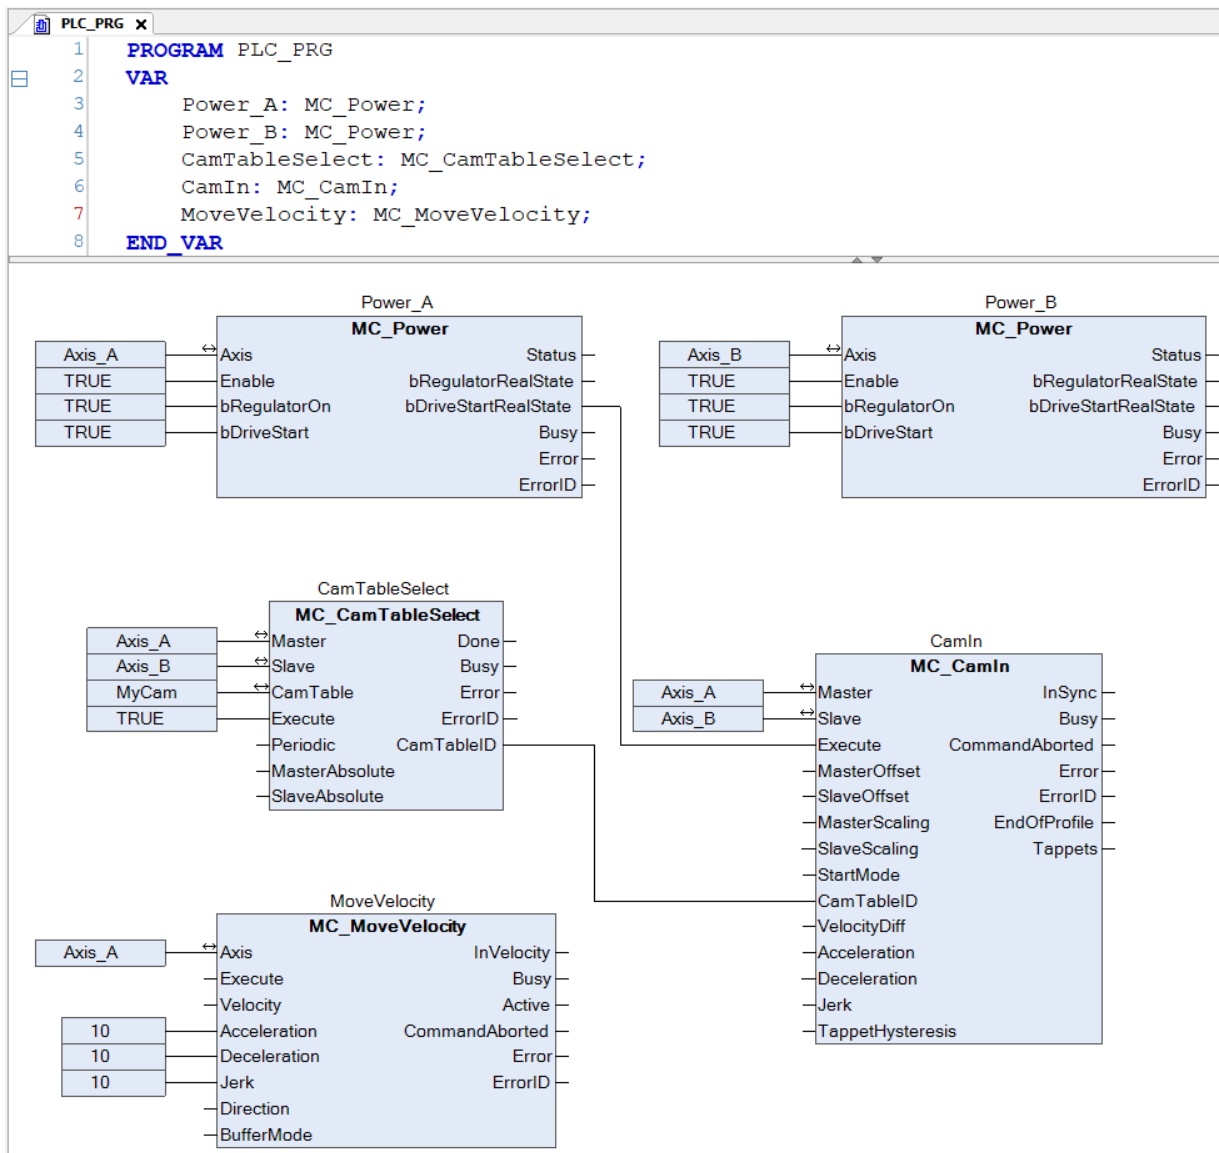

Figura 5.18: Programa para executar tabelas came.
O programa padrão para executar uma tabela came é apresentado na Figura 5.18.
- Declare as instancias dos blocos de função e faça as ligações dos blocos como apresentado na Figura 5.18